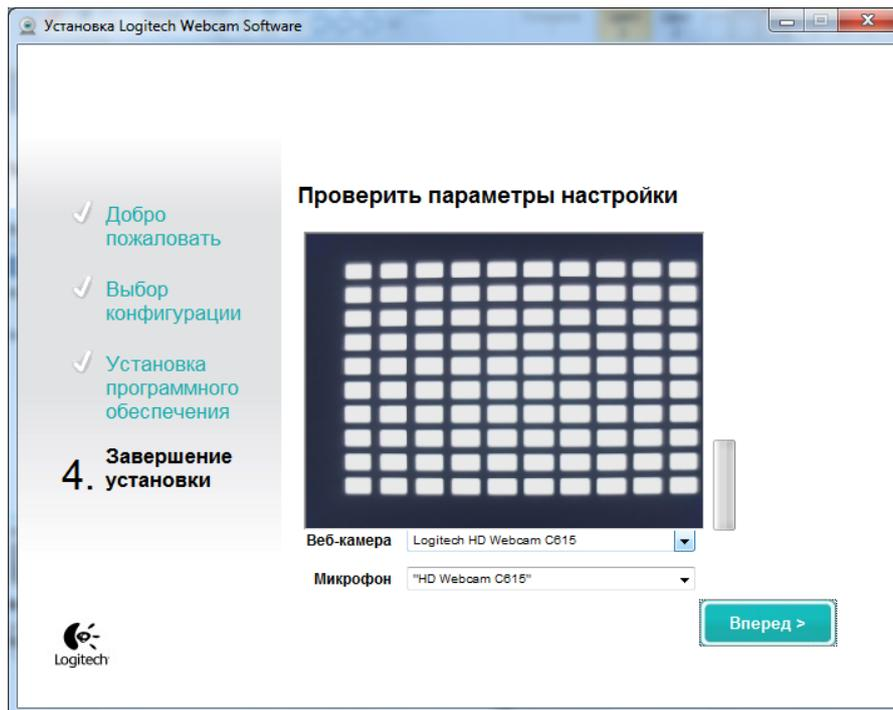

Рисунок 15.6
6. После завершения установки драйверов откроется окно для проверки параметров настройки. При этом, если установить кассету в прибор и включить тумблер, в окне появится изображение кассеты (Рисунок 15.6) Нажать кнопку «Вперед»